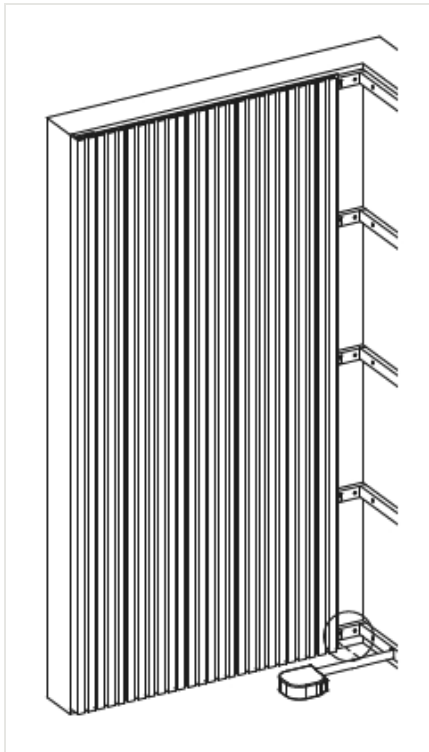

FIG. 10 – ABSTAND ZWISCHEN
- 01 Messen Sie beim letzten Brett zur Innenecke vom Abschlussprofil aus den Abstand zwischen der angrenzenden Latte und dem Brett und notieren Sie ihn (fig. 10).